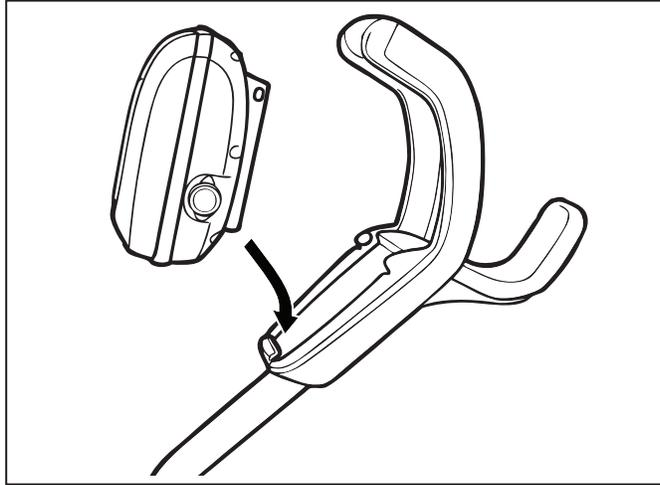

Figure 8. Alignement de l'unité de commande avec le crochet du chariot
1. Alignez le dessous de l'unité de commande avec l'encoche au bas du crochet pour unité de commande sur le chariot (Figure 8).